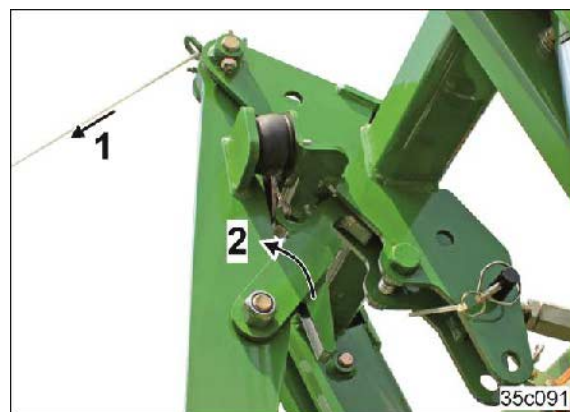

Fig. 131
2. Tirer sur le câble (Fig. 131/1).
→ Le crochet de verrouillage (Fig. 131/2) s'ouvre.
4. Relâcher le câble (Fig. 131/1).
Si le châssis de levage ne doit pas se verrouiller, par ex. lors du demi-tour en bout de champ (voir Fig. 132), ne pas tirer sur le câble (Fig. 131/1).